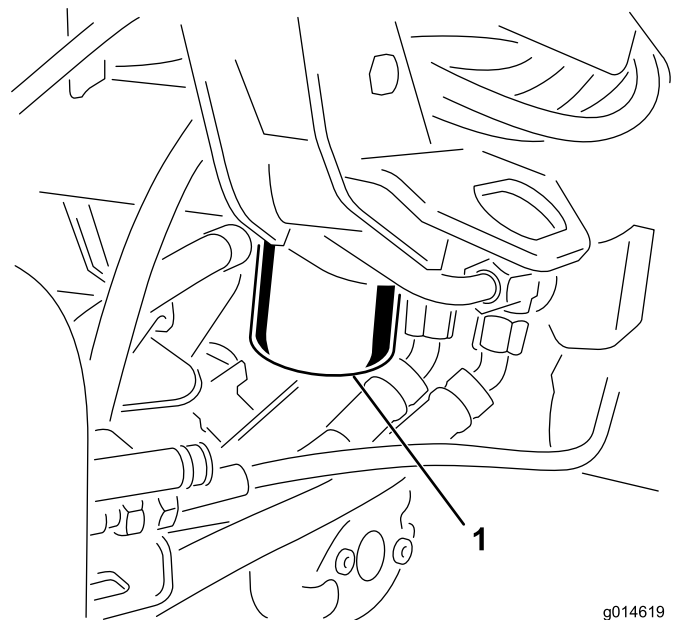

Bild 54
1. Reinigen Sie den Anbaubereich des Filters (**Bild 54**). Stellen Sie eine Auffangwanne unter den Filter und entfernen den Filter.